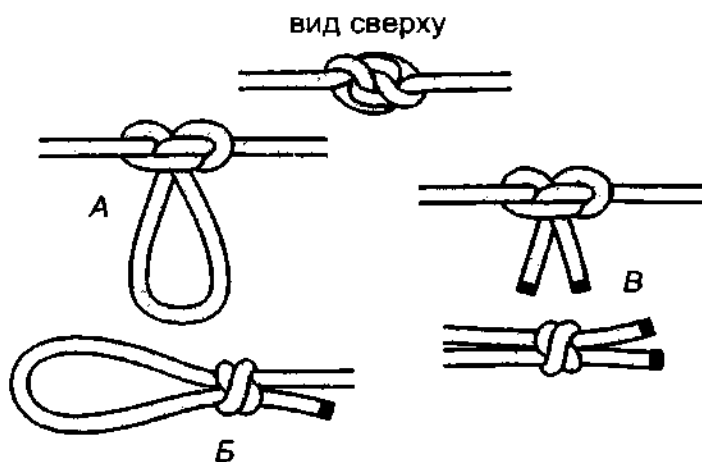

Рис. 236. А, Б – две формы **симметричной петли** имеют разную тугость; В – **симметричный узел** для связывания двух концов верёвки.
**Симметричная петля** – это очередное переплетение двух **простых узлов** (рис. 236). В который раз приходится только удивляться, как разнообразное сочетание двух незатейливых **простых узлов** создаёт множество прочных и практичных узлов. **Симметричная петля** ещё более надёжна, чем **австрийский проводник**, но, к сожалению, её нельзя завязать на середине длинного троса, так как она вяжется из **восьмёрки** и для завязывания петли один из концов необходимо пропускать в узел. В отличие от **австрийского проводника**, который с обеих сторон выглядит по-разному, **симметричная петля** с двух сторон выглядит совершенно одинаково, т. е. расположение сегментов в узле строго симметрично.
вязывается (рис. 236 А). Если узел расправить и придать ему форму *короваго узла*, то *симметричная петля* туго затягивается даже при небольшой нагрузке и очень тяжело раздается (рис. 236 Б). Поэтому, для *симметричной петли* лучше сохранять форму срединной петли.